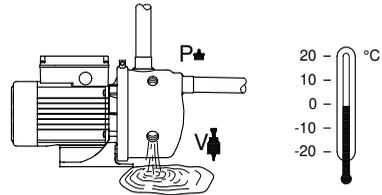

Afb. 7 Reinigen van de waaiar
3. Verwijder de schroef (pos. 93) en de beugel (pos. 92) die de pompmantel (pos. 16) vasthouden.
4. Druk de pompmantel (pos. 16) met een schroevendraaier los van het lantaarnstuk, en haal deze eraf.
5. Trek de ejector (pos. 14) uit de pompmantel.
7. Controleer of de waaier (pos. 49) vervuild is. Als dit het geval is, reinig de waaier dan (ter plekke) met een zachte borstel of een waterstraal. Zie afb. 7.